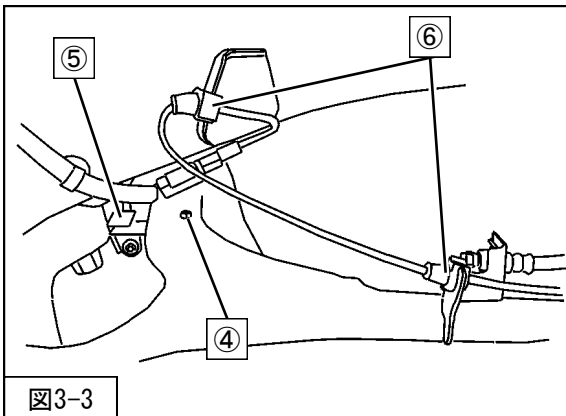

図3-3
を取外してください。(図3-3)
5. ⑥ワイヤガイドラバーのクリップ(2ヶ所)を取外してください。(図3-3)